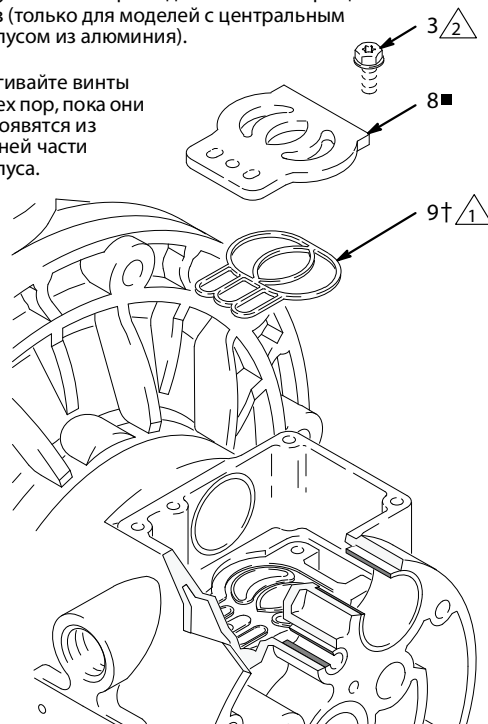

рис. 10
5. Осмотрите пластину (8) клапана, не снимая ее. Если пластина повреждена, выкрутите три винта (3) с помощью отвертки Torx (T20) или торцевого ключа на 7 мм (9/32 дюйма). Снимите пластину клапана (8) и, для моделей с центральным корпусом из алюминия, извлеките уплотнение (9†). См. рис. 10.
2. Для моделей с центральным корпусом из алюминия вставьте уплотнение пластины клапана (9†) в канавку на нижней стороне углубления клапана. Закругленная сторона уплотнения **должна** быть **обращена вниз** в канавку. См. рис. 10.
3. Установите пластину клапана (8■) в углубление. В моделях с центральным корпусом из алюминия пластина является двухсторонней, так что любая сторона может быть обращена вверх. Вкрутите три винта (3), используя отвертку Torx (T20) или торцевой ключ на 7 мм (9/32 дюйма). Затягивайте винты до тех пор, пока они не появятся из нижней части корпуса. См. рис. 10.